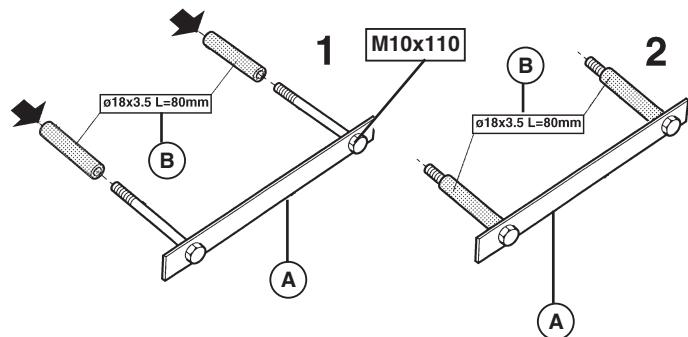
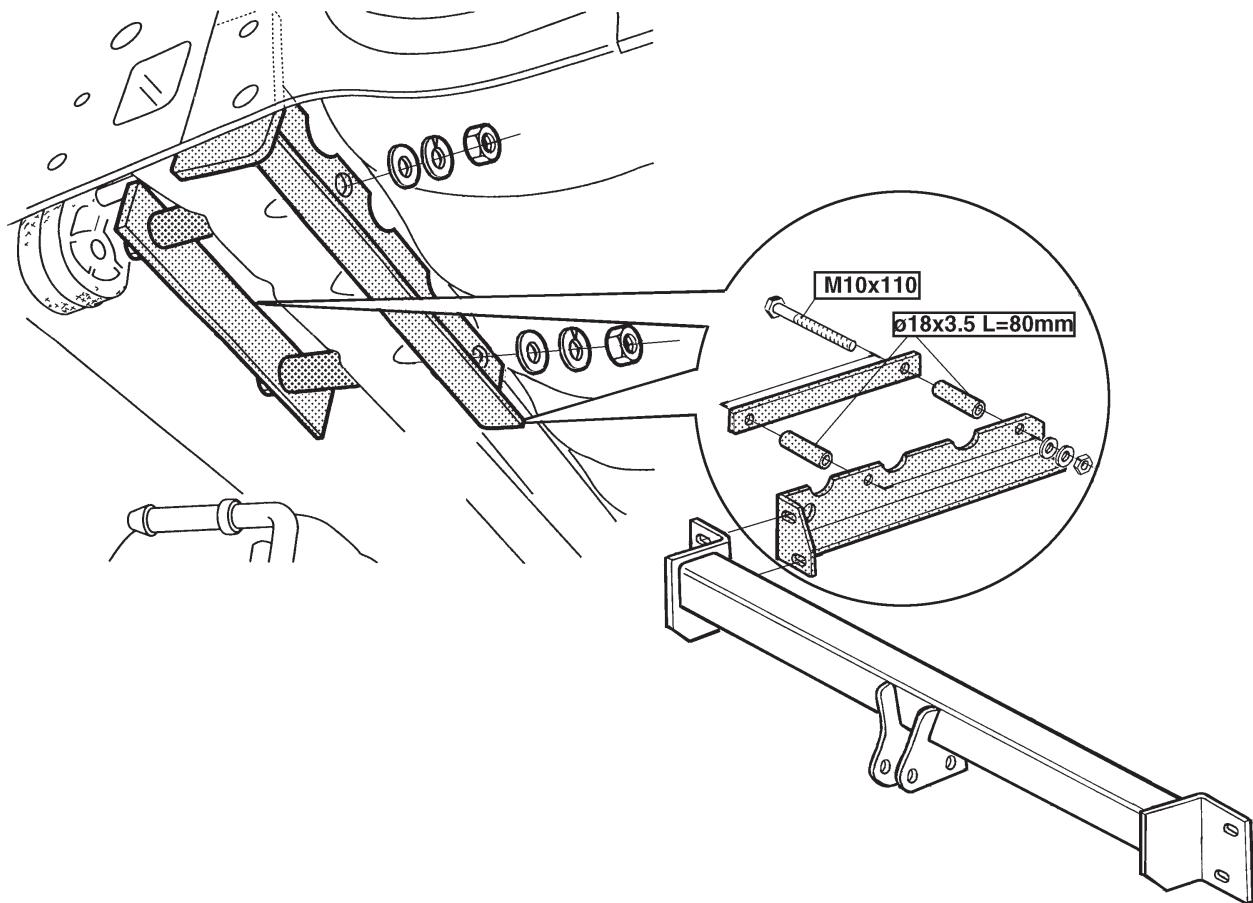
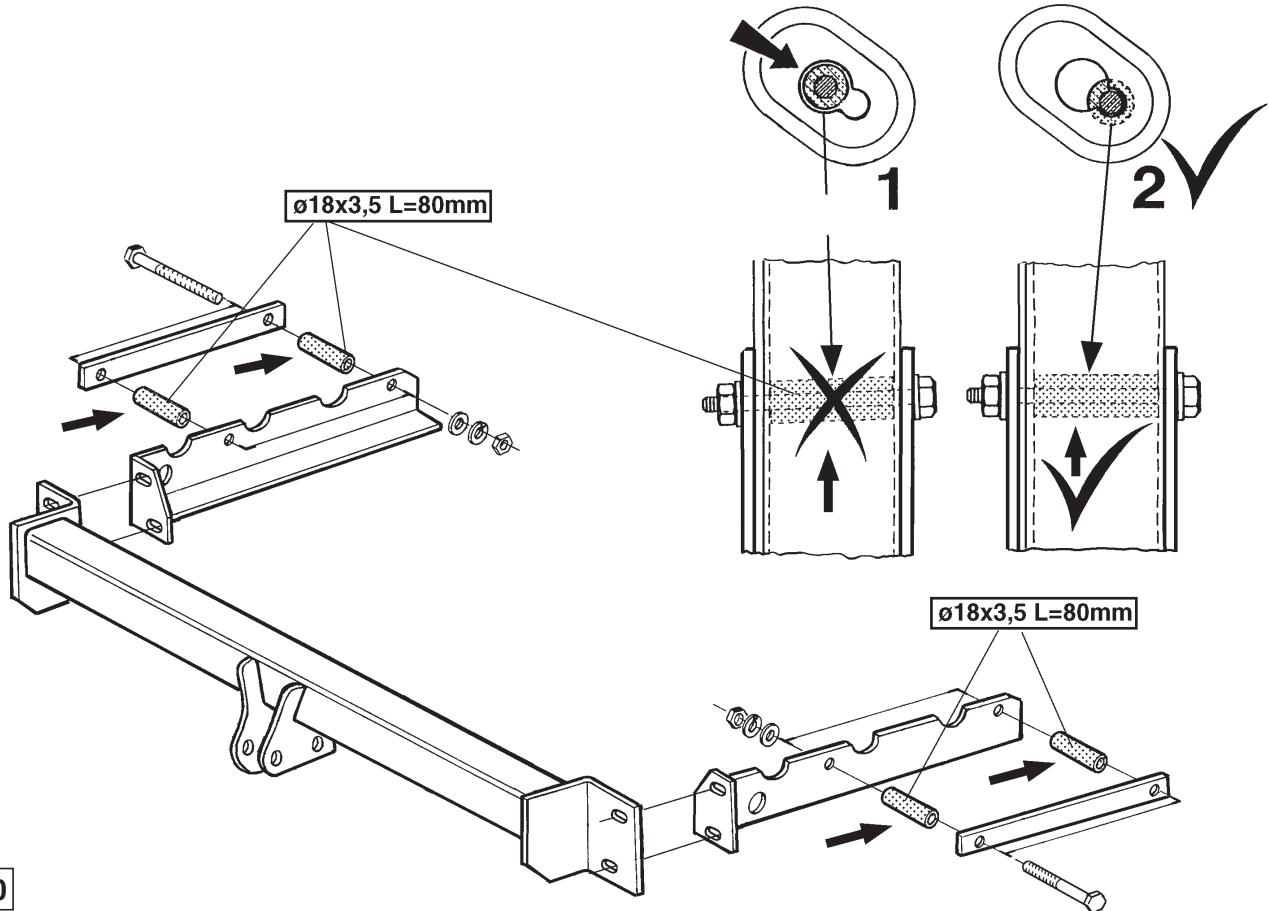

FIG.8
FIG.9
FIG.10
2. Enfoncer les boulons M10x110 dans les trous des plaques A (conformément à la fig.8) et faire glisser les entretoises B ($\varnothing 18 \times 3,5$ L=80mm) par dessus. Positionner les plaques A et les accessoires C et D. La figure 9 représente le montage de gauche. Fixer le tout à l'aide de quatre écrous M10, rondelles grower et de blocage incluses.
Attention ! Vérifier à l'aide de la fig.10 que le montage sur le véhicule est correct. Positionner l'attache-remorque et la fixer conformément à la fig.11 à l'aide de quatre boulons M10x40, y compris les doubles rondelles grower et de blocage. Serrer tous les boulons et écrous conformément au tableau. Remettre le pare-chocs en place et fixer la barre à rotule conformément à la fig.12 à l'aide d'un boulon M12x65/21,2 et d'un boulon M12x70/26,2, y compris la prise électrique, les rondelles de blocage et les écrous autobloquants. Remettre en place les pièces déposées au point 1.
2. Skjut enligt fig.8 skruvarna M10x110 genom hålen i skenorna A och skjut distansbussningarna B ($\varnothing 18 \times 3,5$ L=80mm) över dessa. Placera skenorna A och hjälpstykkena C och D. I fig.9 återges monteringen till vänster. Montera det hela med fyra muttrar M10 inklusive fjäder- och planbrickor. **Obs!** Kontrollera med hjälp av fig.10 att monteringen på fordonet sker på rätt sätt.
2. Stik M10x110 boltene gennem hullerne i skinnerne A ifølge fig. 8 og skub afstandsstykkerne B (ø18x3,5 L=80mm) henover disse. Anbring skinnerne A og beslagene C og D. Montagesituationen i venstre side illustreres i fig. 9. Monter helheden med fire M10 møtrikker inklusiv plan- og fjederskiver. **NB!** Jævnfør fig. 10 og kontroller, om helheden er monteret korrekt på køreøjjet. Anbring anhængertrækket og monter dette ifølge fig. 11 med fire bolte M10x40 inklusiv dobbelte plan- og fjederskiver. Spænd alle bolte og møtrikker ifølge tabellen. Sæt kofangeren på plads igen og monter kuglestangen ifølge fig. 12 med én bolt M12x65/21,2 og én bolt M12x70/26,2 inklusiv kontaktplade, planskiver og selvlåsende møtrikker. Monter de dele, der blev fjernet under punkt 1.
2. Atravesar de acuerdo con la fig. 8 los tornillos M10x110 por los orificios en las tiras A y encajar sobre los mismos los tubos distanciadores B ($\varnothing 18 \times 3.5$ L=80mm). Colocar las tiras A y los accesorios C y D. El montaje a la izquierda se refleja en la fig. 9. Fijar el conjunto por medio de cuatro tuercas M10 inclusive arandelas grover y planas. **¡Atención!** Controlar con ayuda de la fig. 10 el montaje correcto en el vehículo. Colocar el gancho de remolque y fijarlo de acuerdo con la fig. 11 por medio de cuatro tornillos M10x40 inclusive arandelas dobles planas y grover. Apretar todos los tornillos y tuercas de acuerdo con los puntos de la tabla. Volver a poner el parachoques y fijar la bola de acuerdo con la fig. 12 por medio de un tornillo M12x65/21.2 y un tornillo M12x70/26.2 inclusive placa enchufe, arandelas planas y tuercas de seguridad. Volver a poner lo retirado bajo punto uno.